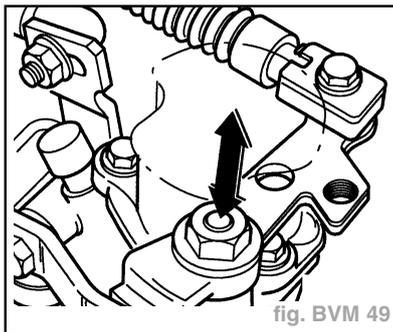

fig. BVM 49
- L'arbre de changement de vitesse doit décrire une course de 1 mm environ (sens de la flèche) lorsque l'on bouge le levier de vitesse (fig. BVM 49).